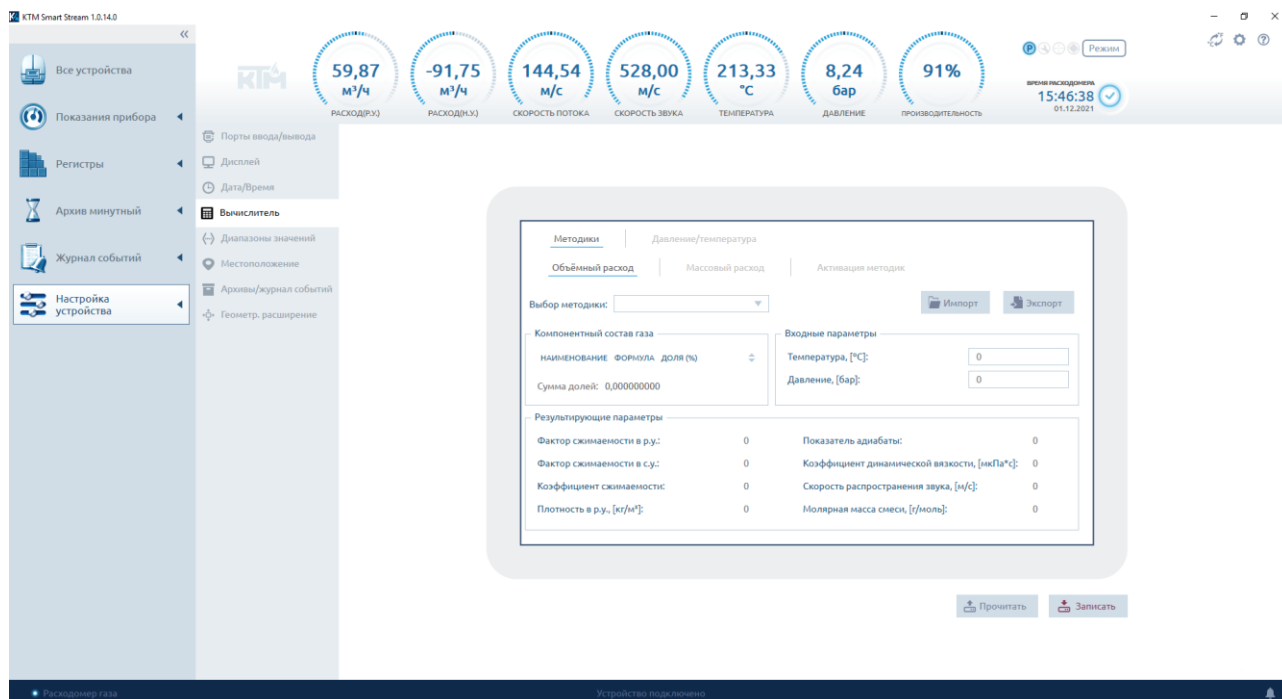

Рисунок 65 – Настройки вычислителя
- установить компонентный состав и параметры измеряемой среды (рисунок 65);